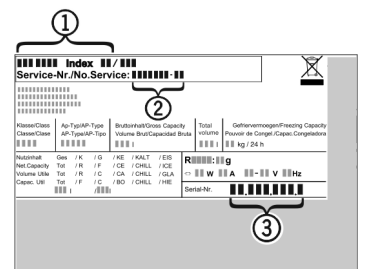

Fig. 35
- ▶ Denominación del aparato Fig. 35 (1), n° del servicio técnico Fig. 35 (2) y n° de serie Fig. 35 (3) en la placa de identificación. La placa de identificación se encuentra en la parte interior izquierda del aparato.
- ▶ Informe al servicio postventa e indique el fallo, la denominación del aparato Fig. 35 (1), el n° del servicio técnico Fig. 35 (2) y el n° de serie Fig. 35 (3).